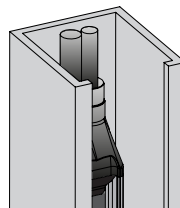

図 7: ドアブランク付きの GridScan/Pro (標準タイプ)
- ▶ 受光器の筐体をドア制御装置の横にあるガイドレールに取り付けます(図7)。